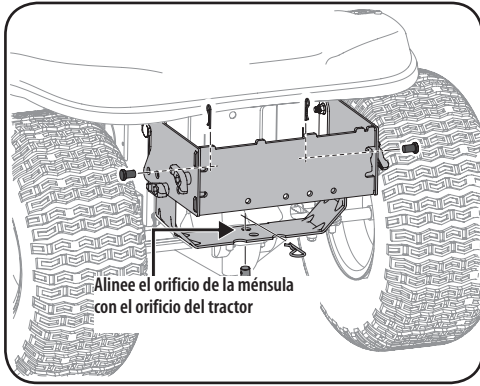

Figura 4-8
2. Instale el pasador de horquilla (711-0309A) del paquete de herrajes 689-00312 en el enganche del tractor y fije con un sujetador de horquilla (714-0117). Consulte la Figura 4-8.
3. Instale dos pasadores de horquilla por la unidad de montaje y asegure a las ménsulas de montaje de la serie 700 instalados anteriormente con los pasadores de trinquete proporcionados en el paquete de elementos de ferretería. Consulte la Figura 4-8.